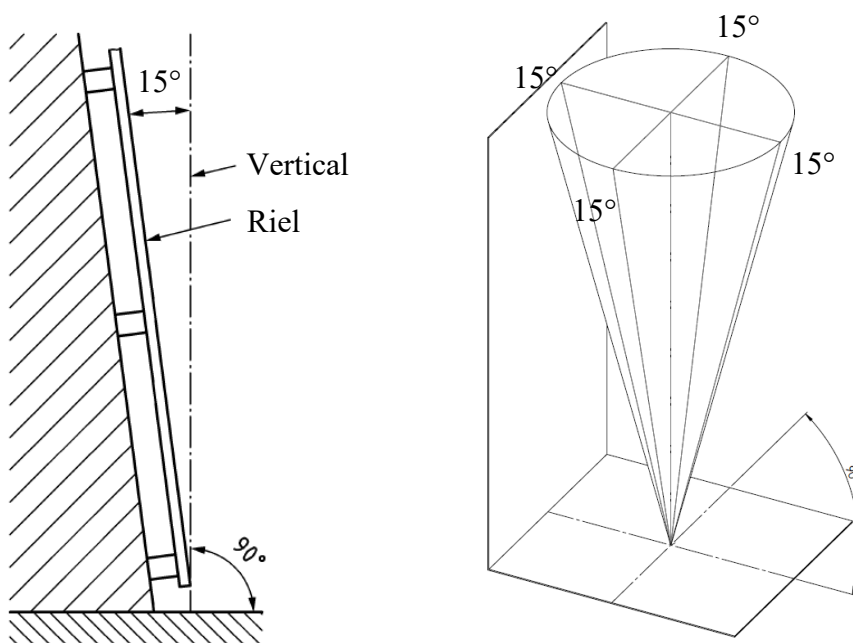

Figura 23: Ángulo de inclinación
- El ángulo máximo de inclinación del riel guía recto es de $\pm 15^\circ$ respecto a la vertical (véase Figura 23: Ángulo de inclinación)